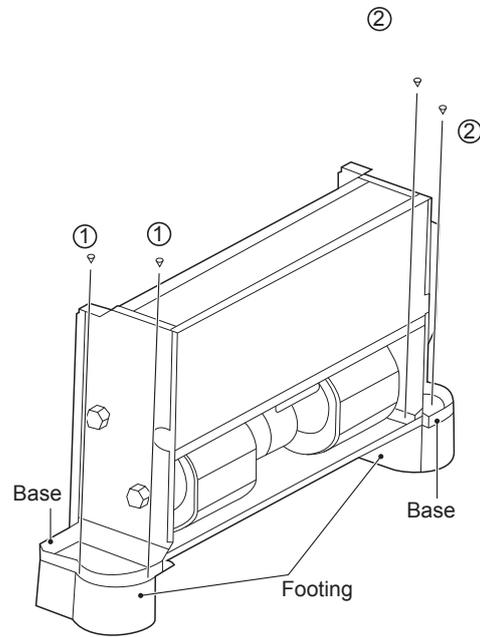

Figura 5-3
Las patas que se muestran en la Figura 5-3 son opcionales. Puede adquirirlas por separado e instalarlas como se indica a continuación:
2. Coloque los orificios de montaje de la base de la unidad en la clavija de centrado de las patas e instale los tornillos ① *2 y ② *2 para fijar las patas como se muestra en la Figura 5-3.